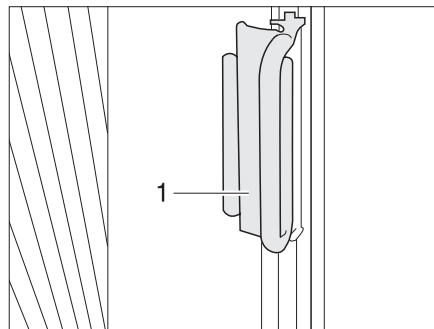

Fig. 27 Bloccaggio delle tendine oscuranti pieghevoli per il finestrino del conducente/passeggero
- Spingere le tendine oscuranti pieghevoli per il finestrino del guidatore e del passeggero sul sopralzo con l'impugnatura (Fig. 27,1). La tendina oscurante pieghevole è ora bloccata.